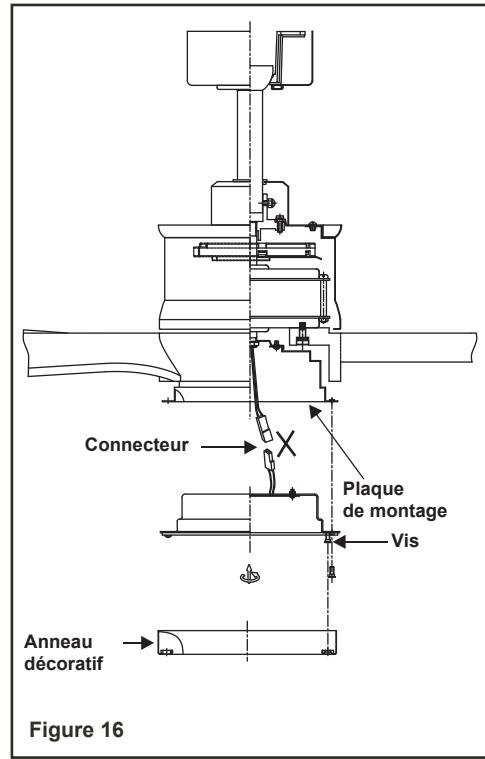

Figure 16
3. Placez l'éclairage à DEL sur la plaque de montage. Alignez les trous de fixation avec les trous dans l'ensemble d'éclairage et dans la plaque de montage, puis fixez à l'aide des deux vis préalablement retirées. (Fig. 16)
5. Remontez l'anneau décoratif jusqu'à l'ensemble d'éclairage et placez le trou de serrure dans l'anneau décoratif par-dessus les deux vis de l'ensemble d'éclairage, puis tournez le l'anneau décoratif jusqu'à ce qu'il s'insère en place dans la section étroite des trous de serrure. (Fig. 16)
1. La sélection « ON » est la sélection à intensité variable et peut être utilisée avec toutes les ampoules, sauf les ampoules fluocompactes. La sélection « D » concerne seulement l'éclairage (sans la fonction d'intensité variable) et peut être utilisée avec les ampoules fluocompactes, ce type d'ampoule ne pouvant généralement pas être utilisé avec un variateur d'intensité. (Fig. 16)